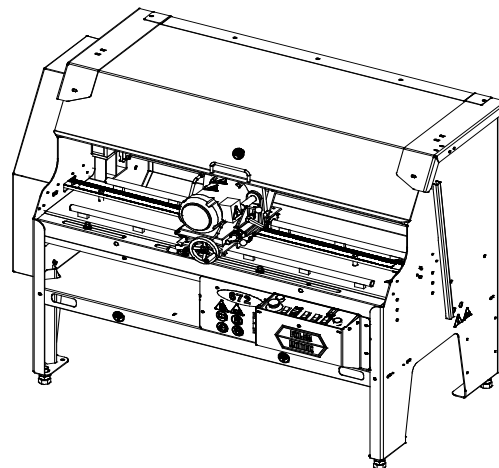

РИС. 6
**(РИС. 6)** Звуковой сигнал тревоги означает, что аккумулятор разряжен. Если не возобновить подачу питания на станок, блок управления прервет питание от аккумулятора до восстановления энергоснабжения, чтобы защитить аккумулятор от повреждения.
2. Проверьте правосторонний регулятор. Циферблатный индикатор должен показывать значение 0,500. В противном случае ослабьте кнопку блокировки и отрегулируйте маховик, пока циферблатный индикатор не покажет значение 0,500, и снова затяните кнопку блокировки. См. РИС. 6.